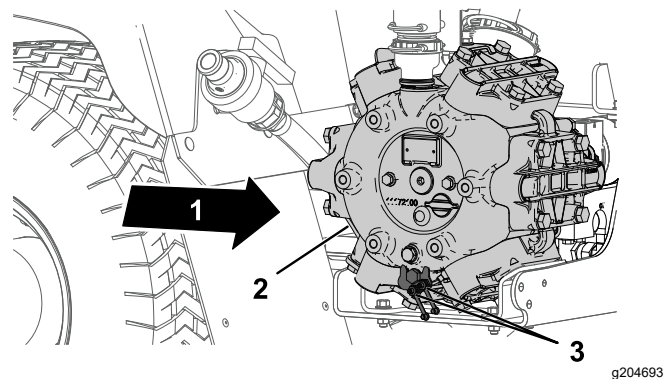

图 70
1. 将 2 个远距离黄油嘴擦拭干净图 70。
2. 用黄油枪将润滑脂打入到远距离黄油嘴图 70。